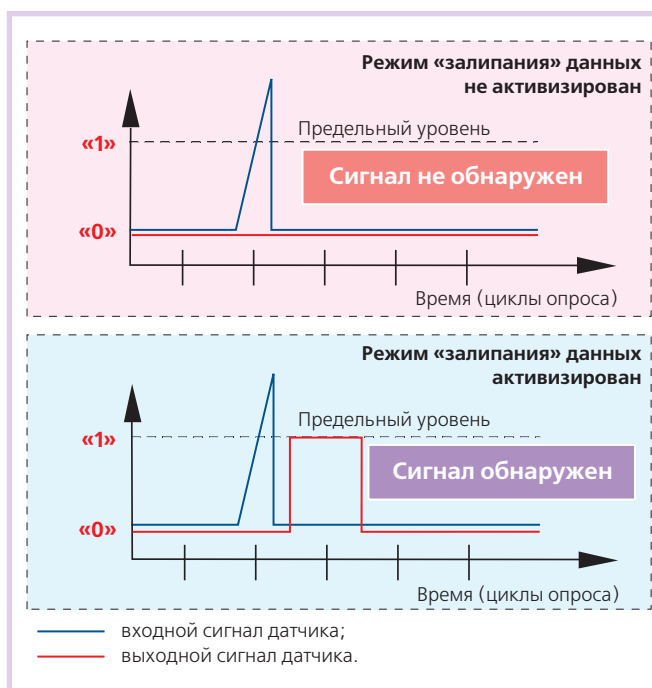

Рис. 16. Принцип фиксации коротких сигналов в режиме «залипания» данных
- удаленно активизировать режим «залипания» данных для достоверной фиксации очень коротких (менее длительности цикла опроса) выбросов входного сигнала (рис. 16).